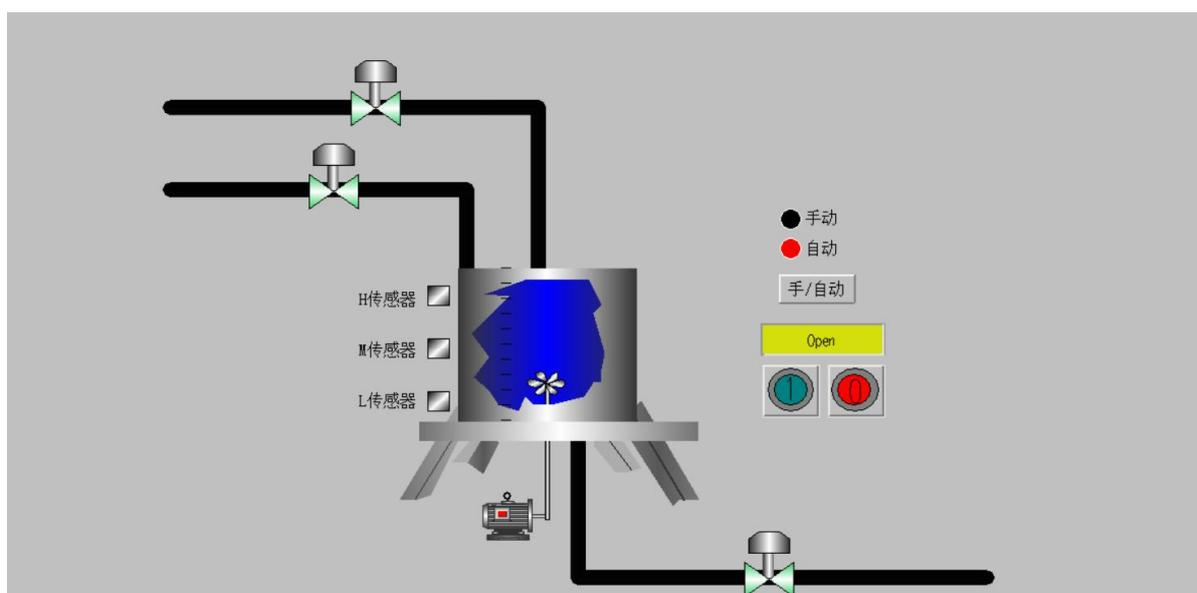

图 2-4-8 混合器操作画面
两种液体混合装置是工业生产中常见的装置，在本项目中，需要为其进行上位机组态，可以通过操作界面实现手动自动控制切换，通过液位开关颜色的变化显示液位。主操作画面如图 2-4-8 所示。
- ① 请利用组态王软件在 D 盘新建工程文件夹以“班级+姓名”命名，并将工程以“液体混合装置”进行命名；
- ② 要求组态王通过计算机 COM1 口 PC/PPI 通讯电缆与西门子 S7-200 进行串行通讯，逻辑名称 S7200，设备地址为 2，尝试恢复间隔为 30 秒，最长恢复时间 12 小时；
- ③ 按照表 2-4-8 要求完成数据组态设置；
- ④ 建立画面名称：混合器监控；显示宽度及画面宽度：1200；显示高度及画面高度：600；类型：覆盖式；并将其设置为主画面；
- ⑤ 混合器监控画面绘制如图 2-4-8 所示，灵活使用图库精灵来组成画面内容，画面整齐，布局美观；
- ⑥ 液位开关（传感器）使用圆角矩形绘制，高电平有效，液位达到相应传感器时，